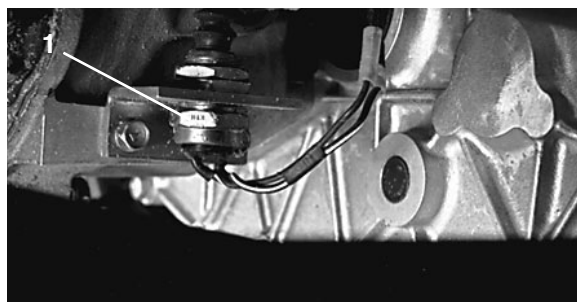

Figure 58
7. Contrôlez de nouveau le réglage du contacteur de sécurité de l'embrayage (Fig. 58). Le démarreur ne doit pas s'engager si la pédale d'embrayage ne se trouve pas à $2,9 \text{ cm} \pm 6 \text{ mm}$ du plancher. Si un réglage est nécessaire, desserrez les écrous de blocage du contacteur et réglez en haut ou en bas.